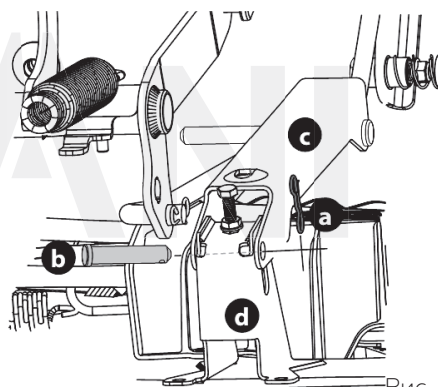

Рис. 31
- a. Извлеките два шплинта (a) из пальцев (b), которые крепят кронштейны подъемной тяги (c) к задним кронштейнам подъемного механизма режущей деки (d). Извлеките пальцы (b) (Рис. 31).